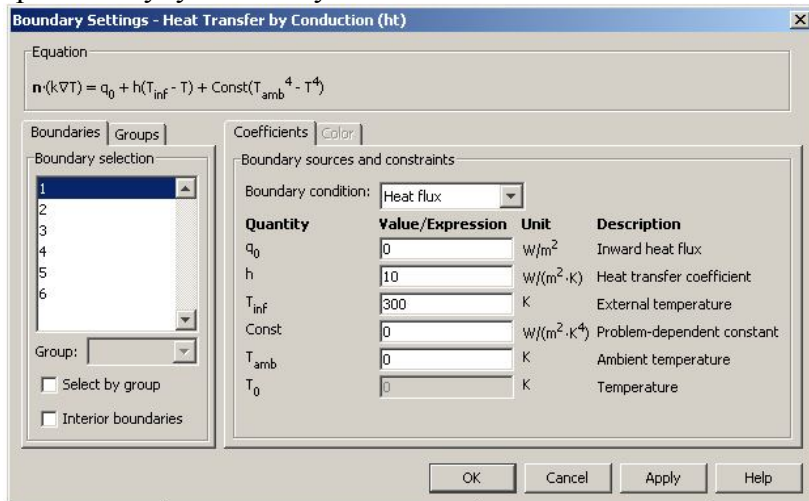

Рис. 3.8. Окно Boundary Settings
**F7.** В этом окне (рис. 3.8) надо выбрать необходимые границы в поле **Boundary selection**. Для того чтобы задать температурный перепад на границе двух тел, надо сначала включить галочку **Interior boundaries**, иначе внутренние границы будут недоступны. Во вкладке **Coefficients** надо
выбрать вид граничных условий и указать в соответствующих полях коэффициенты ГУ. На рис. 3.8 показан пример задания граничного условия третьего рода. В поле **Equation** выводится соответствующее уравнение. Как и в окне **Subdomain Settings**, в окне **Boundary Settings** в последней версии программы FEMLAB 3.2 появились вкладки **Groups** и **Color**. Они присваивают границам с различными ГУ разные цвета. В режиме расчета теплопереноса излучением в модуле **General Heat Transfer** кроме группировки по свойствам теплообмена для экономии вычислительных ресурсов появляется группировка по взаимодействующим границам. Принято, что обмениваются излучением («видят друг друга») только границы, принадлежащие к одной группе. Эта группа задаётся отдельным